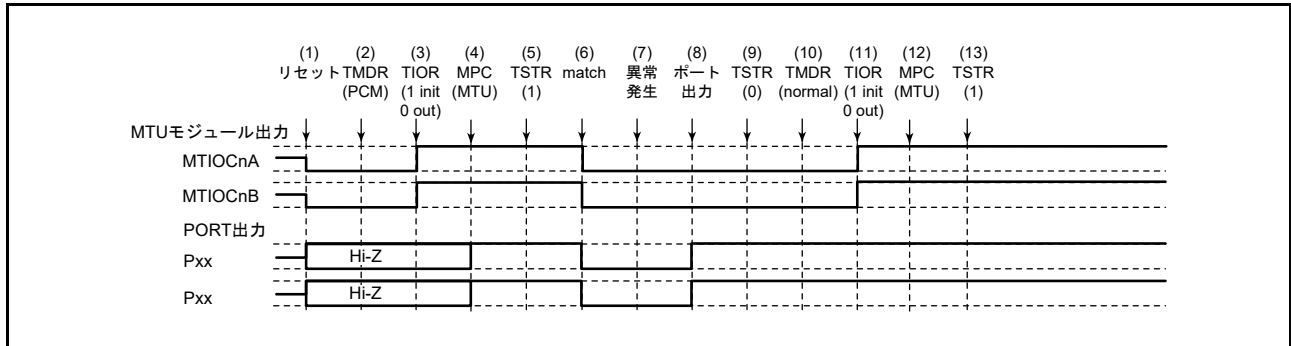

図 22.170 位相計数モードで異常が発生し、ノーマルモードで復帰する場合
位相計数モードで異常が発生し、再設定後ノーマルモードで再スタートする場合の説明図を図 22.170 に示します。
(1) ~ (9) は図 22.170 と共通です。
(10) PWM モード1を設定します。
(11) TIOR レジスタで端子を初期化してください (PWM モード1では MTIOCnB (MTIOCnD) 端子に波形が出力されません。出力すべきレベルがある場合は、I/O ポートのポート方向レジスタ (PDR)、ポート出力データレジスタ (PODR) で汎用出力ポートの設定をしてください)。
(12) MPC と I/O ポートのポートモードレジスタ (PMR) で MTU 出力としてください。
(13) TSTRA レジスタで再スタートします。
(10) PWM モード2を設定します。
(11) TIOR レジスタで端子を初期化してください (PWM モード2では周期レジスタに使用した TGR レジスタに対応する端子に波形が出力されません。出力すべきレベルがある場合は、I/O ポートのポート方向レジスタ (PDR)、ポート出力データレジスタ (PODR) で汎用出力ポートの設定をしてください)。
(13) TSTR レジスタで再スタートします。
(1)～(9)は図 22.170 と共通です。
(10) 位相計数モードで再スタートする場合には必要ありません。
(11) TIOR レジスタで端子を初期化してください。